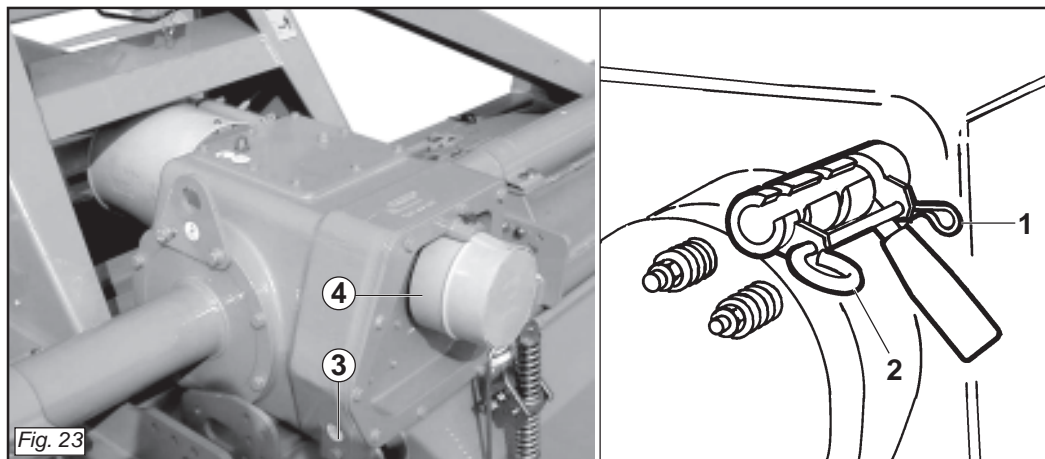

Fig. 23
*The machine is equipped with a three-speed lever operated gearbox (Fig. 23) which can supply two different ranges of spinning values for the blade rotors in relation to the pair of gears installed at the rear.*
*To change the speed, remove the safety split pin (1 Fig. 23), remove the rod (2 Fig. 23) that locks the gear lever in position and then move the lever itself to the desired position.*
Die Maschine ist mit einem Schalthebel mit drei Stellungen ausgestattet (Abb. 23), der je nach den beiden Zahnradern, die hinten positioniert sind, zwei unterschiedliche Drehzahlbereiche für die Rotation der Messertragerotoren liefern kann. Das ist auf unebenem Gelände sehr nützlich, weil es die Bearbeitung des Bodens vereinfacht und die Fahrgeschwindigkeit des Schleppers konstant gehalten werden kann.
Um einen anderen Gang zu erhalten, den Sicherungssplint (1 Abb. 23) herausziehen, die Stange (2 Abb. 23) entfernen, mit der der Gangschalthebel blockiert wird, um den Hebel dann in die gewünschte Stellung zu bringen. Die Stange und den Sicherungssplint anschließend wieder montieren.
*La machine est équipée d'une boîte à trois vitesses, avec commande par levier (Fig. 23). Suivant le couple d'engrenages placés à l'arrière, il peut fournir deux gammes différentes de valeurs de rotation des rotors porte-couteaux.*
*Pour changer de vitesse il faut retirer la goupille de sécurité (1 Fig. 23), déposer la tige (2 Fig. 23) qui bloque le levier de vitesses pour pouvoir le déplacer sur la sélection désirée. Ensuite remonter la tige et la goupille de sécurité.*
La máquinas está equipada con un cambio de palanca de tres velocidades (Fig. 23) que en base al par de engranajes emplazados en posición posterior puede suministrar dos diversas gamas de valores de rotación de los rotores porta-cuchillas. Es muy útil para terrenos no uniformes, ya que facilita el trabajo sobre el terreno, manteniendo constante la velocidad de marcha del tractor.
Para cambiar velocidad es necesario extraer el pasador de seguridad (1 Fig. 23), quitar la varilla (2 Fig. 23) que bloquea en posición la palanca de las marchas y luego desplazar la palanca misma en la selección deseada.
- scaricare l'olio dalla scatola cambio svitando il tappo inferiore (3 Fig. 23);
- rimuovere il coperchio (4 Fig. 23) con cura per non danneggiare il paraolio posizionato in corrispondenza dell'albero della presa di forza uscente e l'anello OR;
- drain the oil from the gearbox by unscrewing the lower plug (3 Fig. 23);
- remove the cover (4 Fig. 23) with care to prevent damage to the oil seal installed on a level with the output PTO shaft and the OR ring;
- Das Öl aus dem Getriebegehäuse ablassen, indem man den unteren Stopfen (3 Abb. 23) abschraubt.
- Den Deckel (4 Abb. 23) sorgfältig abnehmen, um die Öldichtung auf dem austretenden Zapfwellenstummel und den O-Ring nicht zu beschädigen.
- laissez sortir l'huile de la boîte de vitesses après avoir dévissé le bouchon en bas (3 Fig. 23);
- enlevez le couvercle (4 Fig. 23) en faisant attention à ne pas endommager le joint pare-huile qui se trouve au niveau de l'arbre de sortie de la prise de force et le joint d'étanchéité;
- descargar el aceite de la caja de cambios desenroscando el tapón inferior (3 Fig. 23).
- quitar la tapa (4 Fig. 23) con cuidado para no dañar el guardagotas emplazado en coincidencia con el eje de la toma de fuerza de salida y el anillo OR.